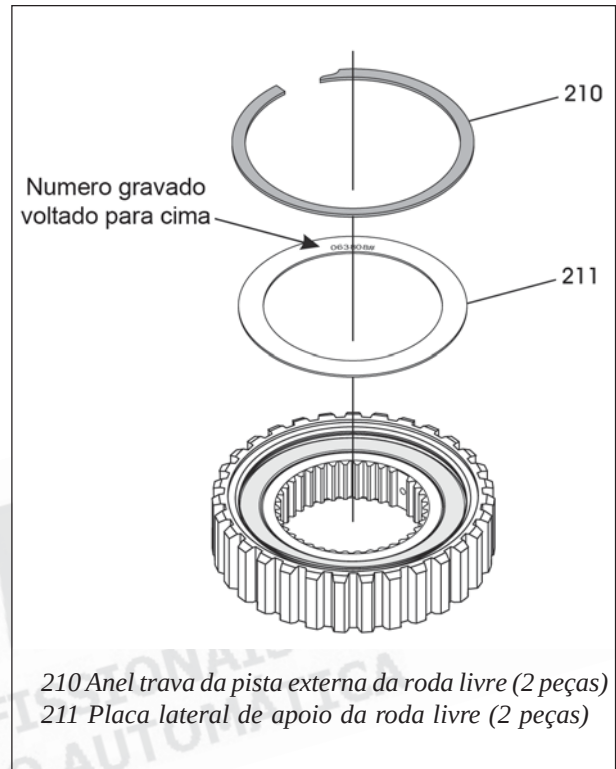

Figura 142
8. Instale a segunda pista lateral e o anel trava, conforme mostra a figura 142.
Se houver um número gravado na pista lateral, instale-a com este número voltado para cima, conforme mostra a figura 142.